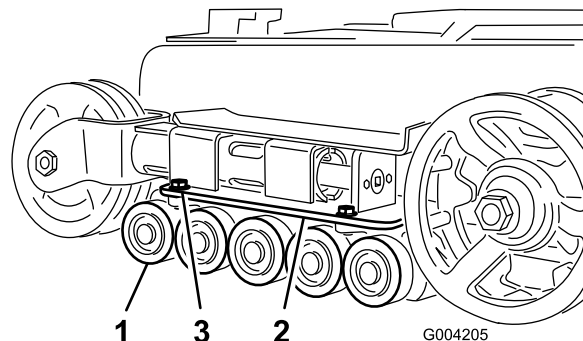

Figure 49
2. Retirez les 4 boulons de fixation de chaque guide-chaîne inférieur qui contient les galets de roulement, et déposez-les (Figure 49).